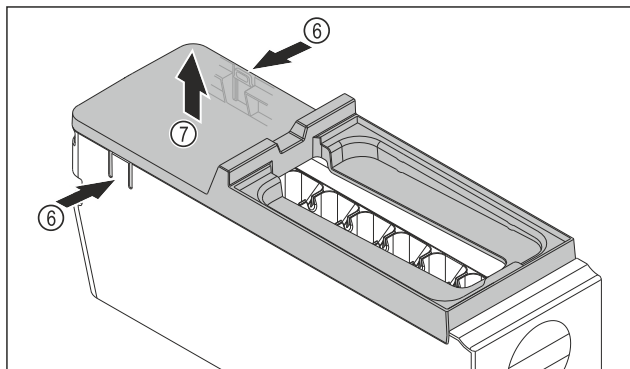

Fig. 90
- Зняти кришку з корпусу EasyTwist-Ice: натиснути однією рукою на накладки Fig. 90 (6) з обох боків корпусу EasyTwist-Ice.
- Зняти кришку Fig. 90 (7), потягнувши її вгору іншою рукою.